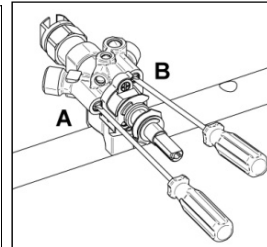

Fig.7
4. Per il rubinetto che comanda il bruciatore dual le viti di strozzamento sono situate sul corpo del rubinetto (**fig.7**), la vite A regola la corona esterna mentre la vite B regola la vite interna.